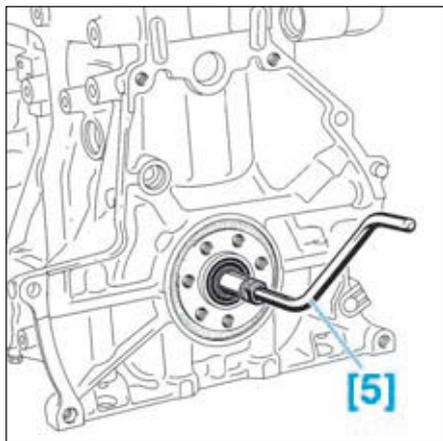

FIG.61
- A l'aide de l'outil [5] ou d'un extracteur, déposer le roulement de vilebrequin (Fig.61).